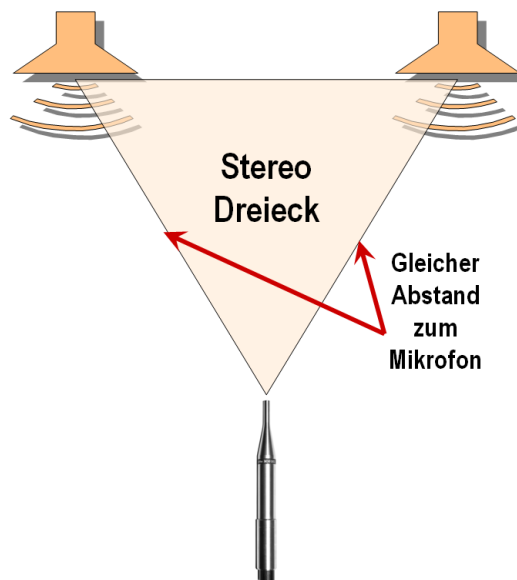

Abbildung 9: Optimale Position des Messmikrofons
- a. Das Messmikrofon müssen Sie an die Spitze des Stereo Dreiecks positionieren (Abbildung 9).